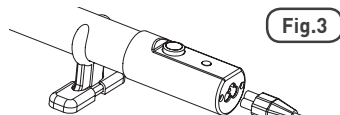

Fig.3
- Prima di installare la stufetta si raccomanda di attaccare il cavo spingendolo a fondo nella presa cavo predisposta per tale scopo nella stufetta stessa. [Fig. 3].